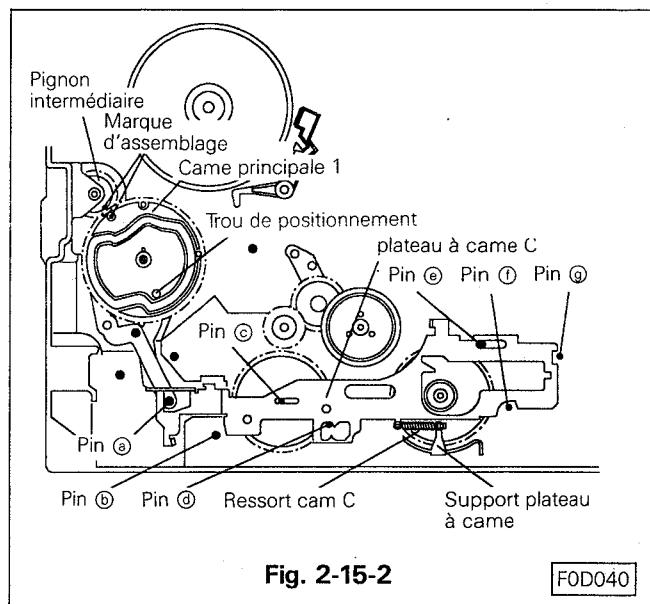

Fig. 2-15-2
- Garder immobile les leviers RS et C. Monter le pignon 1 sur son axe avec son trou de positionnement aligné avec la marque de positionnement du pignon intermédiaire et avec le trou de positionnement de la platine principale. (Voir Fig. 2-15-2)
- Monter le circlip sur le pivot C comme indiqué sur la Fig. 2-15-2 et installer le plateau à came C en le positionnant par rapport aux pivots ④ à ⑨.